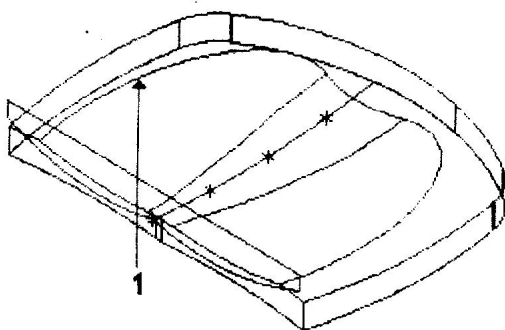

图 2.14 倒内部曲线基本图
- (3) 把 Edges 设定为 Y。
- (4) 其他选项设定为 N。
- (5) 在如图 2.14 所示“1”的位置，选定几何图形。